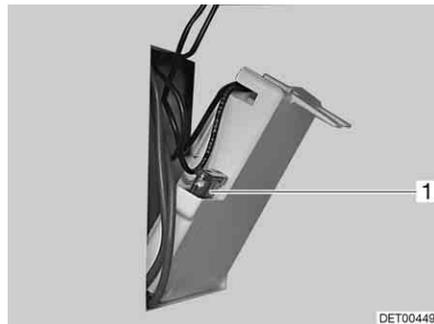

Fig. 114 Fusibile della toilette Thetford
- Sostituire il fusibile (Fig. 114,1).